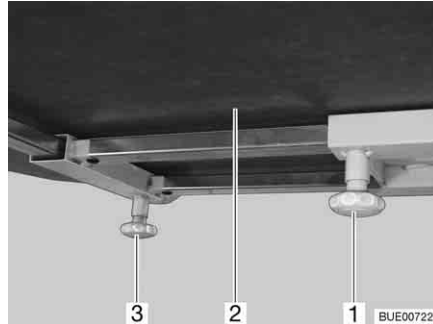

Bild 102 Tischplatte verschieben (Alternative)
- Rändelschraube (Bild 102,1) lösen.
- Tischplatte (Bild 102,2) in gewünschte Position schieben.
- Rändelschraube (Bild 102,3) lösen.